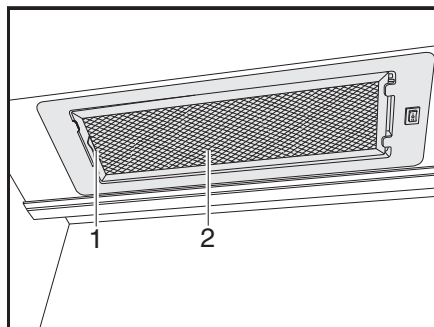

Fig. 156 Campana
- Empujar la palanca (Fig. 156,1) hacia dentro.
- Quitar el filtro (Fig. 156,2) tirando hacia abajo.